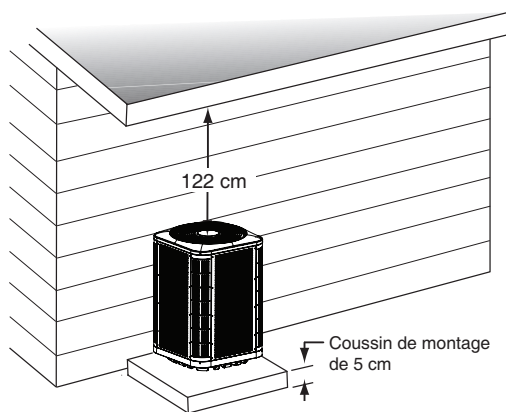

Figure 1. Dégagements requis
- Un dégagement suffisant pour permettre à l'air de circuler sans obstruction à travers le serpentín extérieur doit être maintenu pour obtenir le rendement nominal. Voyez la Figure 1 pour les exigences relatives au dégagement minimal.
- Les obstacles aériens (Figure 1), les zones mal aérées et les zones propices à l'accumulation de débris sont à proscrire.